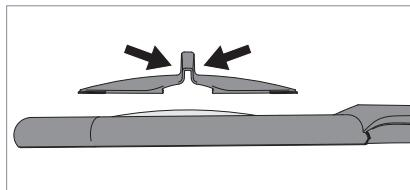

Fig. 3: Loepafdekking monteren.
- ▶ Druk de loepafdekking aan het bovenste deel in elkaar, zie Fig. 3.